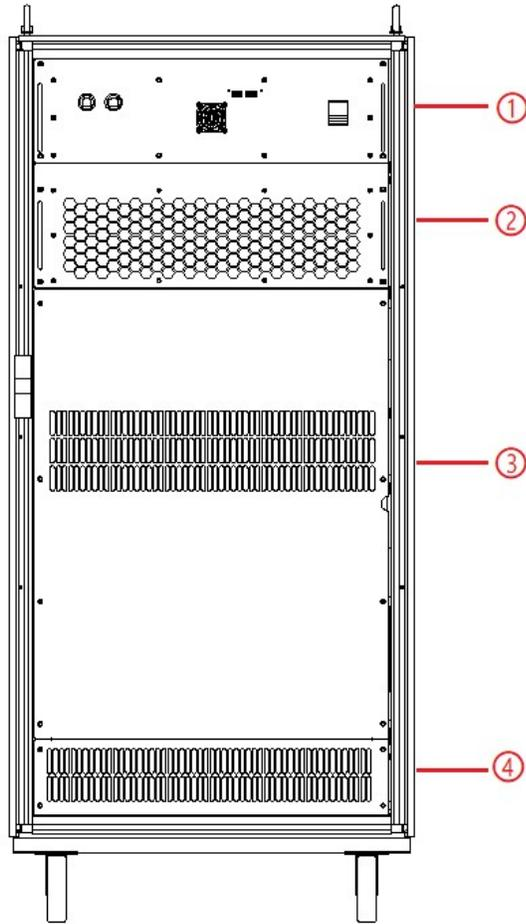

图 1-4 内部结构
①	RS485 接口	标配，用于远程控制的 RS485 接口。
②	LAN 接口	标配，用于远程控制的通信接口。
③	ATI 接口	选配，模拟量控制接口（-ATI 选项）
④	产品铭牌	标注了产品的输入/输出配置
如图 1-4 所示，以 ESD 50-400-125-R 为例，ESD 系列内部模块从上往下的顺序依次是，① 控制盒层，② 模块层，③ 输入、输出元器件层，④ 接线层+其他接口层。